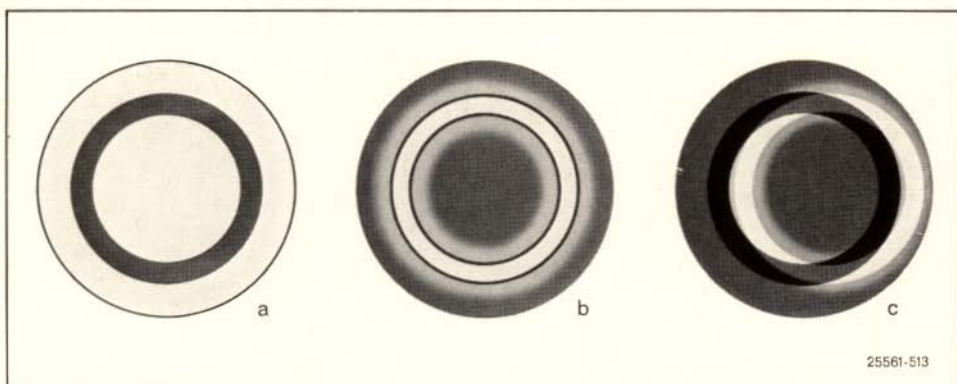

Abb. 7
4. Lichtring (1) am Phasenkontrastkondensator einschalten.
11. Rändelknopf am Schieber der Bertrandlinse nach rechts oder links drehen, bis Phasenring und Lichtring scharf abgebildet sind. Vergleiche Abbildung 7 c.